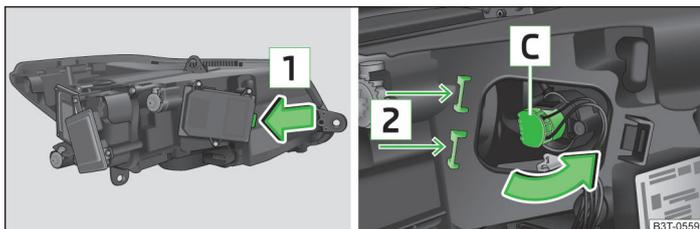

Abb. 204 Scheinwerfer mit Xenon-Licht: Glühlampe für Fernlicht wechseln
- › Die Schutzkappe in Pfeilrichtung [1] » Abb. 204 entriegeln und abnehmen.